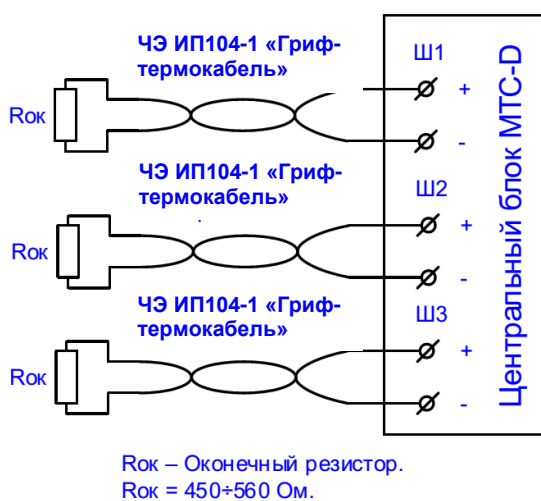

Рисунок 2. Схема подключения ЧЭ ИП104-1-t-s «ГРИФ-термокабель» к МТС-D.
5.8 Схемы подключения ЧЭ к модулю контроля МТС приведены на Рис.2 и 3. Подробное описание приведено в РЭ на МТС АВУЮ 634.211.058 РЭ и АВУЮ 634.211.056 РЭ.